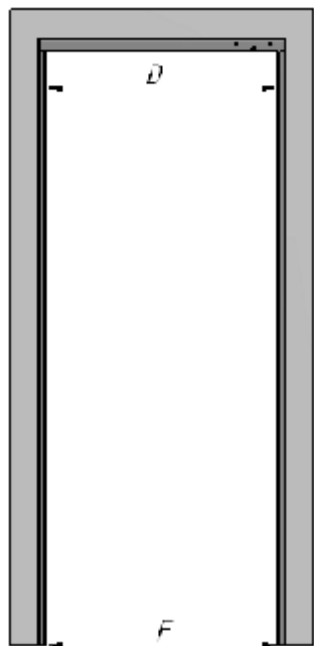
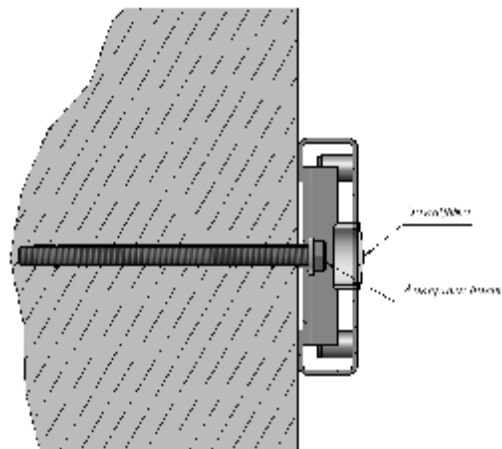

Рисунок 7
Рисунок 8
- 5.2 Установить раму в существующем дверном проеме, при помощи анкерных болтов (рис.8), выдерживая вертикальность, а также равенство размеров D (верхняя часть рамы) и F (нижняя часть рамы) (рис. 7).
- 5.8 Установить декоративные заглушки (рис.8).